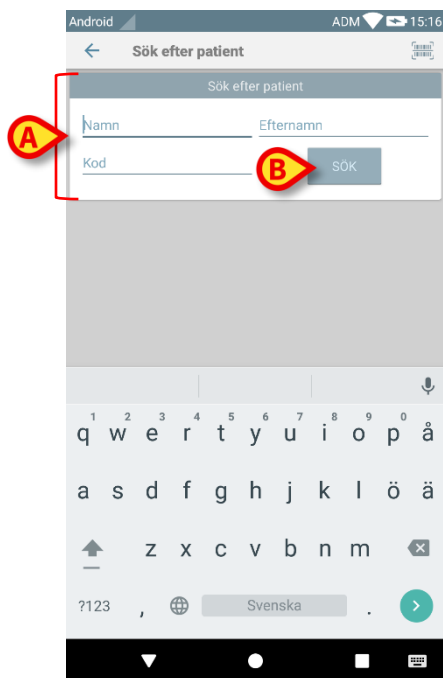

Fig. 27
- Mata in patientdata i fälten i Fig. 27 **A** (förnamn, efternamn, kod) och klicka sedan på knappen **Sök** (Fig. 27 **B**). Ofullständig information är tillåten.